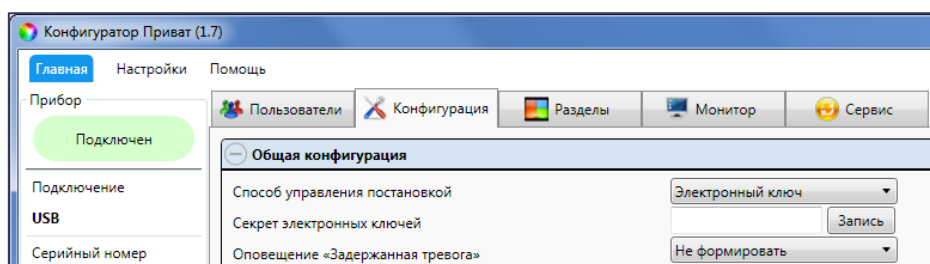
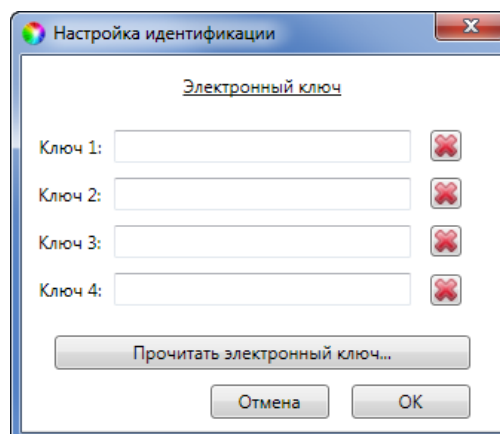

Рисунок 7.7 – Общая конфигурация контроллера Мираж-GSM-A8-04
Рисунок 7.9 – Создание ключей доступа для пользователя контроллера Мираж-GSM-A8-04
Далее перейдите к общей конфигурации базового контроллера и для параметра *Способ управления постановкой* выберите значение *Клавиатура Мираж-КД* или *Электронный ключ* (см. рисунок 7.7).
Вы можете ввести цифровые коды непосредственно в окне *Настройка идентификации* (см. рисунок 7.9), если для параметра *Способ управления постановкой/снятием* выбрано значение *Клавиатура Мираж-КД* (см. рисунок 7.7).
В Конфигураторе общей конфигурации базового контроллера для параметра *Способ управления постановкой* выберите значение *Электронный ключ* (см. рисунок 7.7).
- 3) В окне *Настройка идентификации* (см. рисунок 7.9) установите курсор в поле создаваемого ключа и нажмите кнопку *Прочитать электронный ключ*.
- 2) В Конфигураторе откройте вкладку *Конфигурация* и введите придуманный секрет в поле Секрет электронных ключей (см. рисунок 7.7).